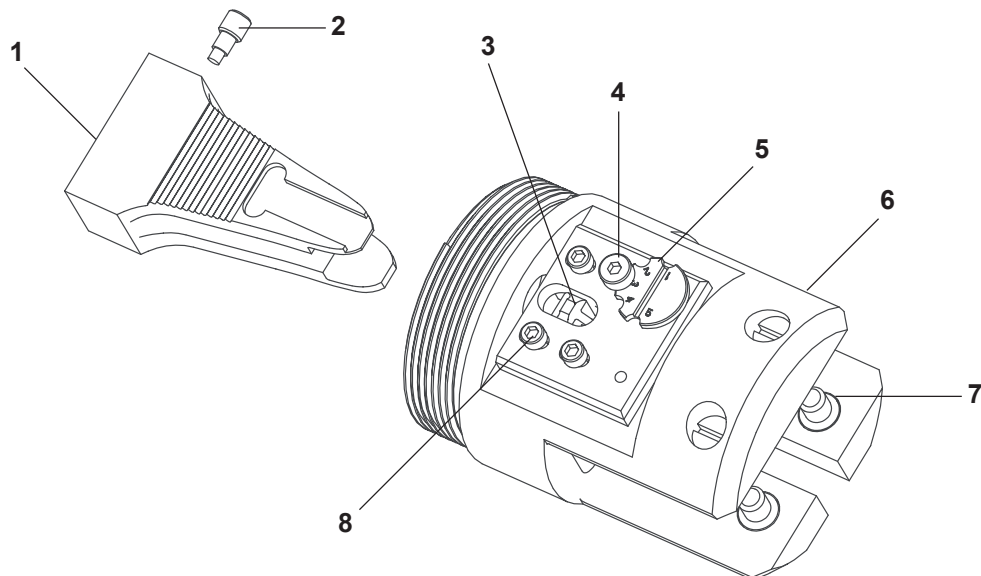

Bild 1 Übersicht
Die AMP Pneumatische CERTI-CRIMP Werkzeughalterung 356304-1 wird in Verbindung mit den AMP 626 Pneumatische Werkzeug-Anordnungen 189721-1 oder 189722-1 verwendet, um verschiedene Typen von AMP-Anschlüssen zu crimpen. Die Werkzeughalterung dient dazu, austauschbare Crimp-Kopf-Adapter (aufgelistet in Bild 1) aufzunehmen, die verschiedene Crimp-Formen halten. Informationen zur Einrichtung und zum Betrieb der pneumatischen Werkzeuge finden Sie in der AMP Bedienungsanleitung 409-5862.
2 Beschreibung (Bild 1)
5. Wenn die Sperre freigegeben wird, bevor sich die Formen schließen, müssen Sie die drei Sicherungsschrauben (siehe Bild 1) lösen, die Exzenter-Einstellschraube entfernen und den Exzenter im Uhrzeigersinn zu einer höheren Einstellung drehen. Wiederholen Sie diesen Vorgang bei Bedarf.